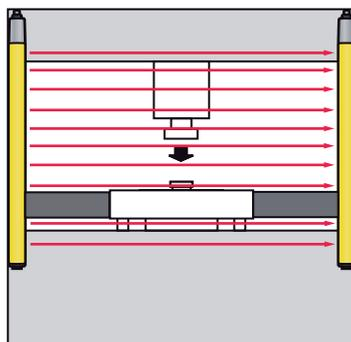

Figura 4.1: Blanking fijo: los bloqueos mecánicos evitan la intervención lateral en el campo de protección
- ↳ Coloque los bloqueos mecánicos que están unidos con el objeto de forma fija de manera conforme (ver figura 4.1) para evitar la «formación de sombra», por ejemplo, debido a piezas elevadas o un montaje oblicuo.